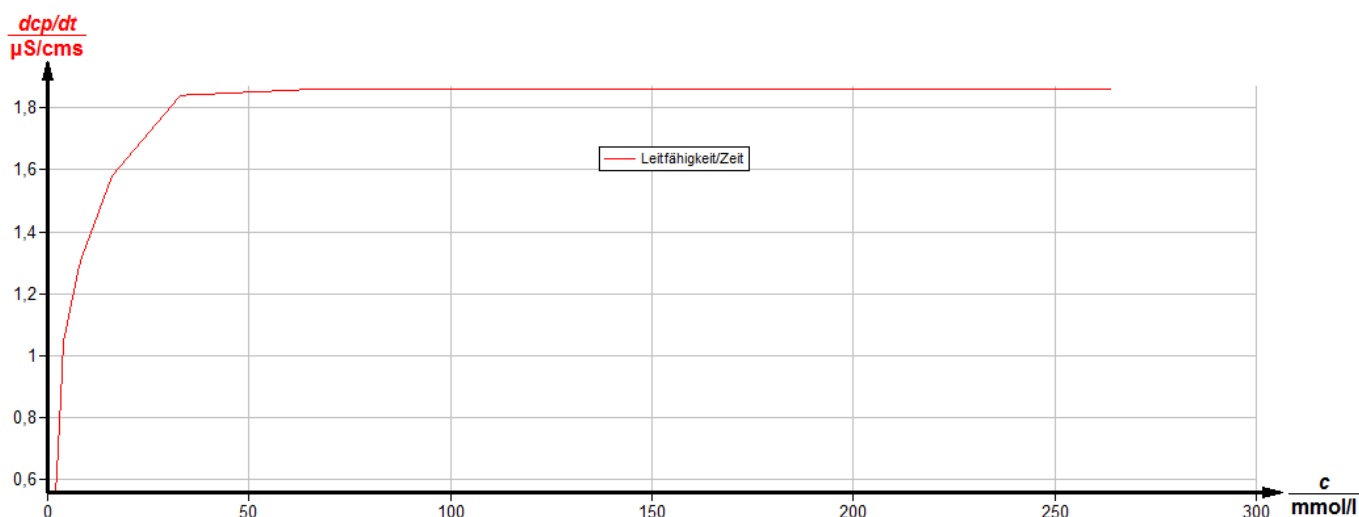
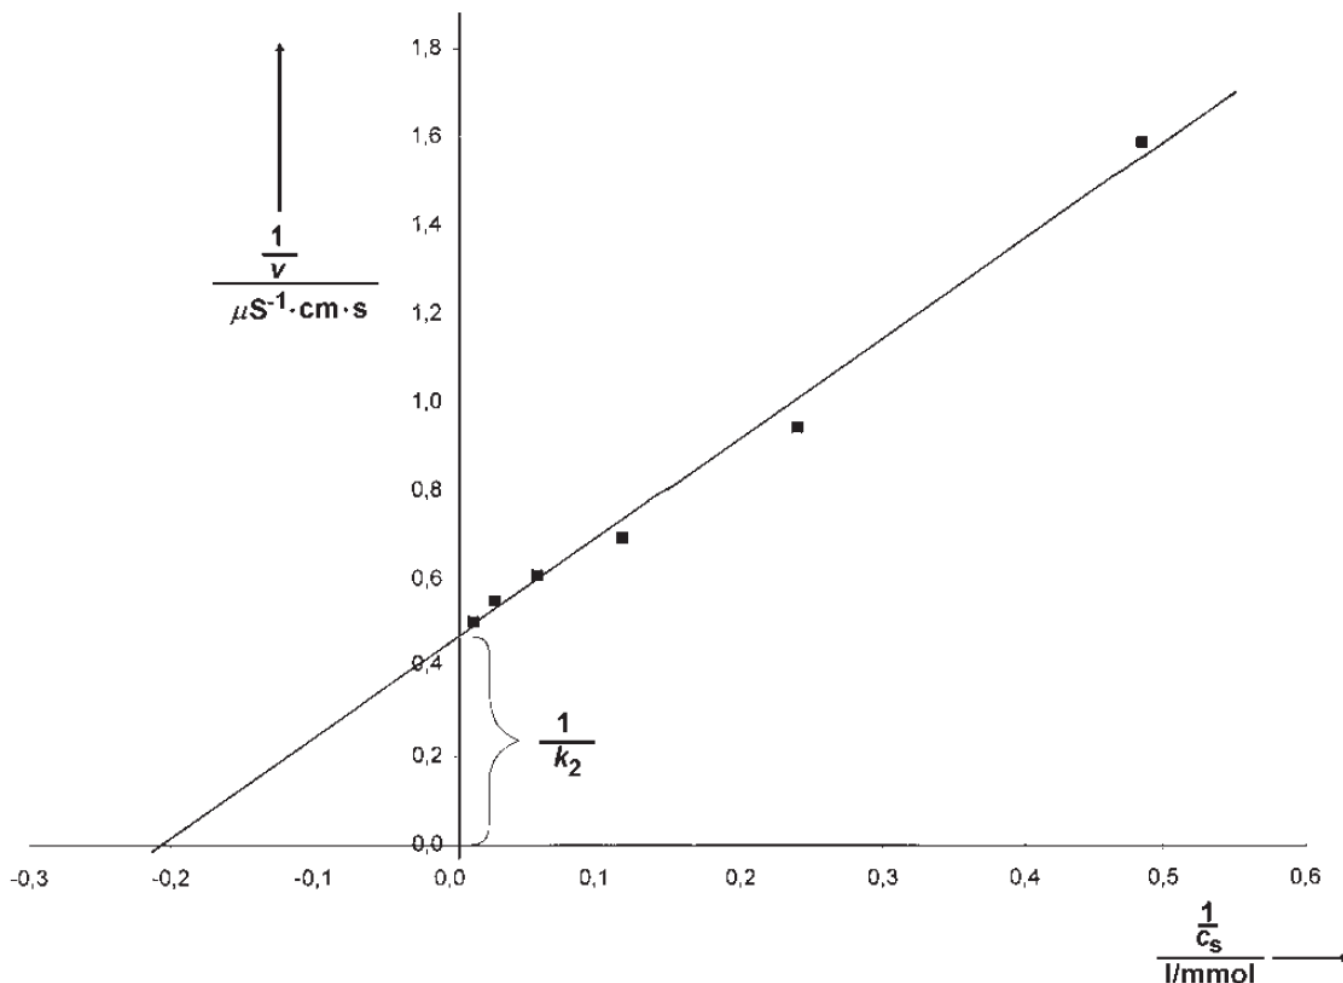

Рис. 4: Зависимость скорости ферментативного расщепления от концентрации
Рис. 5: Диаграмма Линевивер-Бурк
Для вычислений определите скорость ферментативного расщепления между 100 и 200 секундами после начала реакции. Для этого, разницу значений электропроводности при 100 и 200 секундах (ΔY) поделите на 100 секунд. Зависимость скорости (размерность МКСМ $cm^{-1} s^{-1}$) от концентрации мочевины (размерность моль l^{-1}) нанесите на график (Рис.4). Концентрация субстрата c_S (размерность ммоль/л) считается по формуле:
Поскольку очень трудно сразу посчитать концентрации, соответствующие половине максимальной скорости, т. е. K_M , используйте диаграмму Линевер-Бурк (Рис. 5). Она получается, если обозначить скорость реакции = dc_P/dt за v и обернуть числитель и знаменатель в уравнении (10):
По кривой зависимости $1/v$ от $1/c_s$ (Рис. 5), получите k_2^{-1} как пересечение прямой с осью ординат ($1/c_s = 0$) и K_M/k_2 как угол наклона прямой. Для этого, во-первых, определите отрезок на оси ординат и наклон прямой линии. Затем поделите величину наклона на величину отрезка на оси ординат, чтобы получить константу Михаэлиса. На Рис. 4 значение константы Михаэлиса составляет для уреазы 4.86×10^{-3} моль л⁻¹.